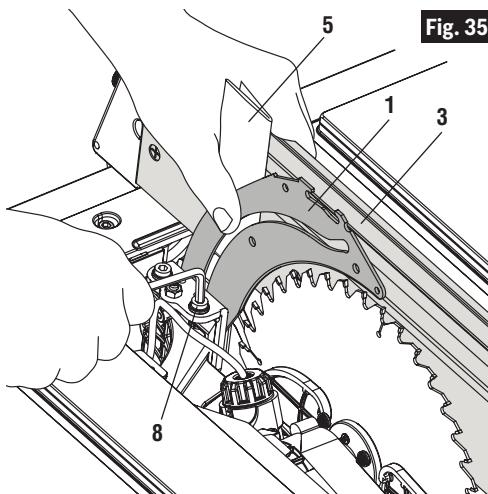

Fig. 35
5. Répétez l'étape 4 avec le guide de refente **3** sur le côté droit de la lame, et vérifiez au moyen de la jauge d'épaisseur en papier **5** (Fig. 35).
6. Placez la jauge d'épaisseur en papier **5** entre le couteau séparateur **1** et le guide de refente **3** (Fig. 35). Tenez manuellement ou fixez en place de façon sécurisée le couteau séparateur et le papier contre le guide (Fig. 35).